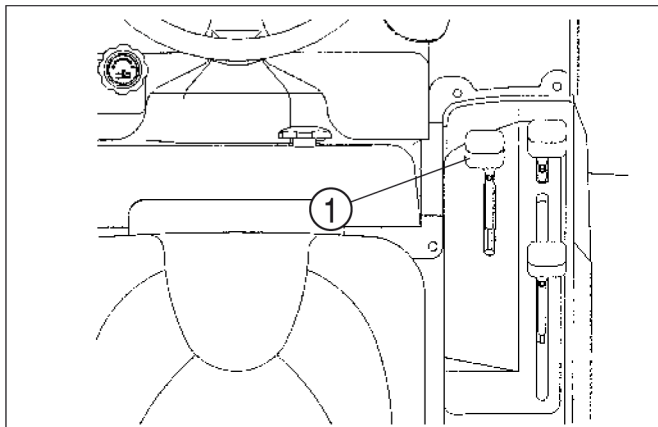

FIG. 25
**Abb. 25:** Der Positionswahlhebel (1) stellt die Höhe der am Traktorheck ein. Je nach Stellung des Hebels verändert sich die Höhe des Dreipunkt-Hubwerks. Die Anbauvorrichtung befindet sich in Höchststellung, wenn der Hebel vollständig nach hinten zeigt und in Niedrigstellung, wenn der Hebel vollständig nach vorne zeigt.
**ACHTUNG:** Verwenden Sie den Positionswahlhebel (1), wenn Sie ein Anbaugerät an- oder abkuppeln.